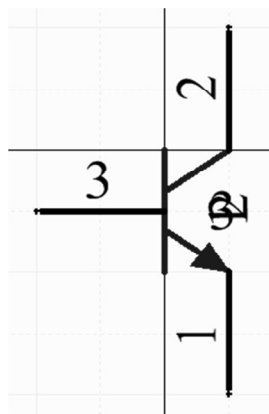

Рис. 2.7. УГО транзистора NPN с видимыми именами и номерами контактов
7. Добавьте к УГО контакты, как показано на рис. 2.7.
1. Чтобы изменить настройки контакта, после того как он размещен, откройте диалог *Pin Properties* двойным щелчком на самом контакте (рис. 2.7) либо на имени контакта в списке **Pins** в панели **SCH Library** или через контекстное меню (ПКМ на контакте). Также можно редактировать несколько контактов через Инспектор (**Inspector**), как было описано ранее.